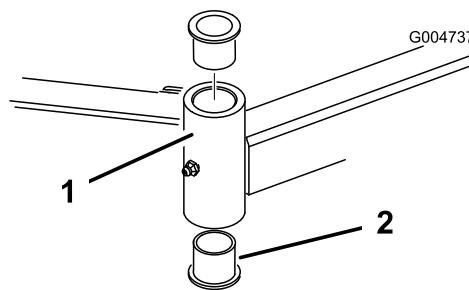

Figura 84
4. Introduza um punção para cavigilhas na zona superior ou inferior do tubo de montagem e retire o casquillo para fora do tubo (Figura 84). Retire igualmente o outro casquillo do tubo. Limpe o interior dos tubos para remover a sujidade.